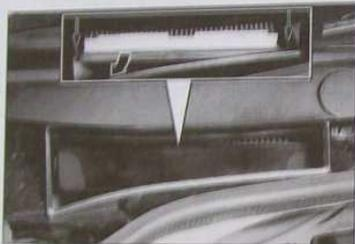

FIG.2
• Abaisser le couvercle de filtre à air habitacle et le sortir (Fig.2).